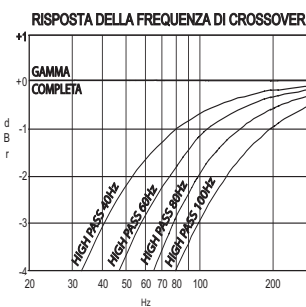

FIGURA 8
**9. biamp (selezione frequenza di crossover):** se si utilizzano altoparlanti da scaffale di piccole dimensioni, in combinazione con un subwoofer amplificato (fare riferimento alla sezione **PRE OUT 2** in Comandi e connessioni del pannello posteriore), l'M3 consente di configurare la frequenza di crossover in modo che corrisponda alla risposta bassa degli altoparlanti. Premere il pulsante **biamp** per spostarsi all'interno della sequenza dei filtri. Una pressione più lunga di un secondo determinerà l'avanzamento della selezione della frequenza di crossover, secondo l'ordine seguente: BIAMP CROSSOVER FULL RANGE, HIGH PASS 40 Hz, HIGH PASS 60 Hz, HIGH PASS 80 Hz, HIGH PASS 100 Hz, quindi nuovamente FULL RANGE. Rilasciare il pulsante **biamp** per interrompere la sequenza. La figura 8 mostra esempi di diagrammi di risposta della frequenza di crossover (per informazioni sulle modalità di connessione di un subwoofer, fare riferimento alla sezione **PRE OUT 2** in Comandi e connessioni del pannello posteriore).